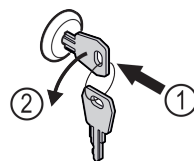

Fig. 162
- Sätt in nyckeln. Fig. 162 (1)
- Vrid nyckeln 90° moturs. Fig. 162 (2)